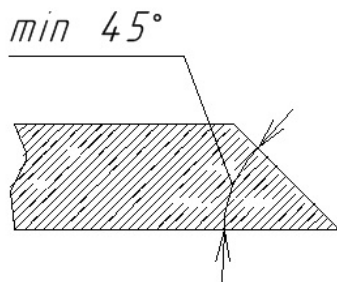

Рис. 2
- минимальный угол на детали 45 градусов ( Рис. 2)